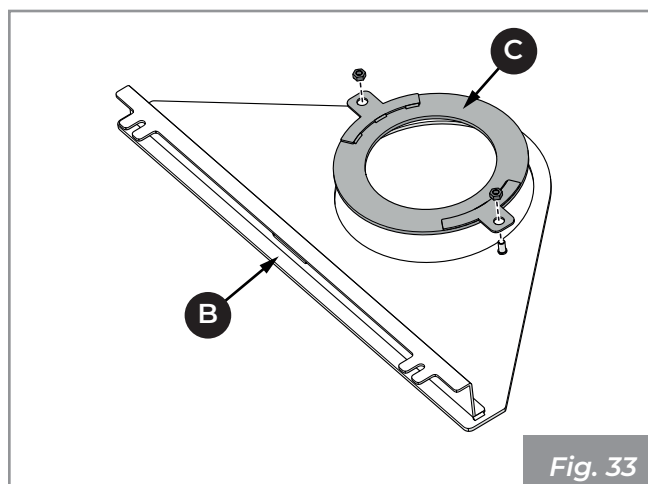

Fig. 33
- Girar la superficie **(B)** y quitar el soporte **(C)** (**Fig. 33**).